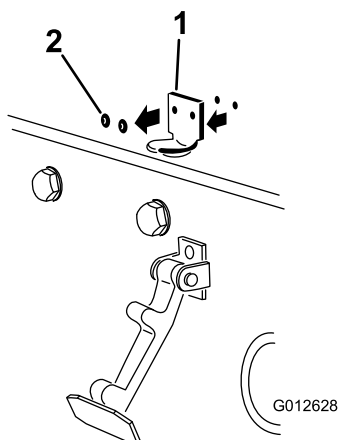

图3
2. 拆下将机罩门锁支架固定至机罩的 2 个铆钉 图3 然后从机罩上卸下机罩门锁支架。